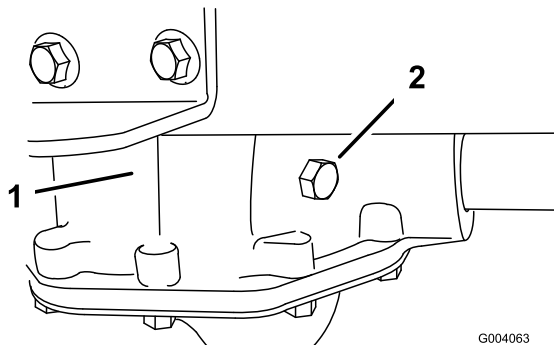

Bild 44
- Entfernen Sie die Sicherungsschraube an der Antriebsachse (Bild 44).